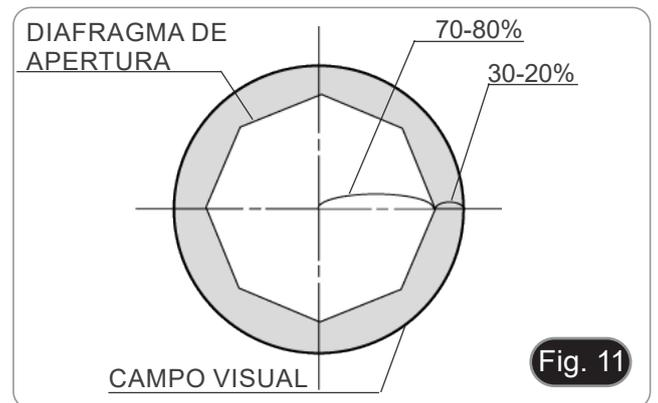

Fig. 11
- Para muestras con bajo contraste, configure el valor de apertura numérico en aproximadamente 70% -80% de la A.N. del objetivo. Si es necesario, retire un ocular y, mirando hacia el interior del soporte del ocular vacío, ajuste el anillo del condensador hasta que aparezca una imagen como Fig. 11.